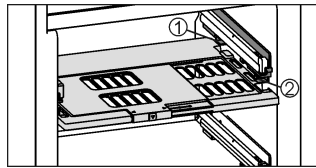

Fig. 7
- ▶ Feuchteregulierungsplatte einsetzen: Deckelstege der Platte von unten in die hintere Halterung *Fig. 7 (1)* einführen und vorne in die Halterung *Fig. 7 (2)* einrasten.